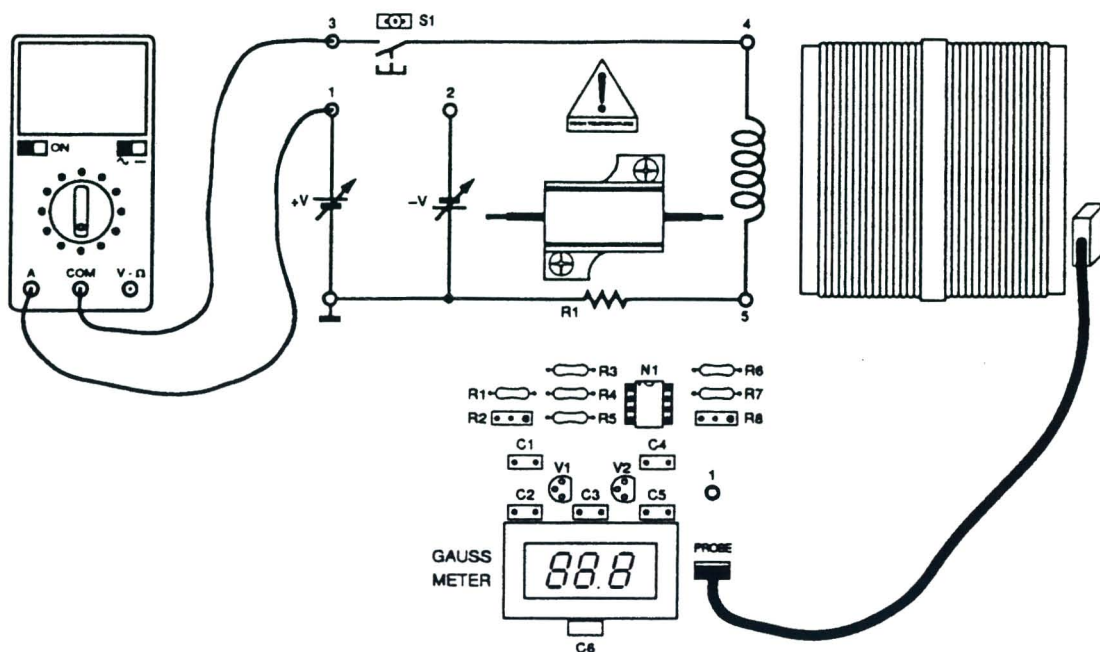

Fig.4.1
- 7) Conectar el circuito de la UNIDAD 3 como se muestra en la Fig.4.1.